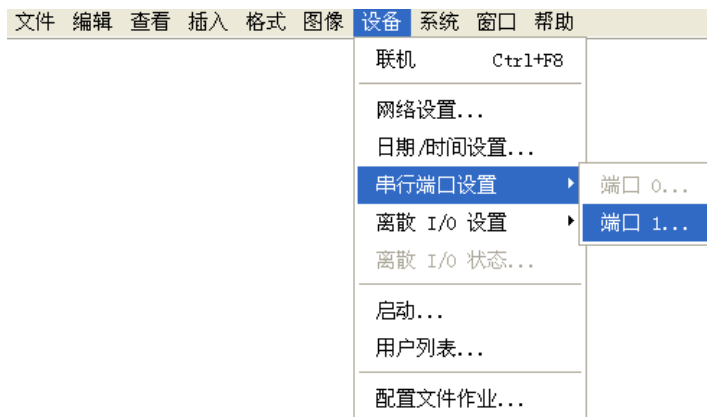

图 2-9：访问串行端口设置（In-Sight 浏览器）
1. 从“设备”菜单（图 2-9）中，选择“串行端口设置”子菜单。选择“端口 1”。